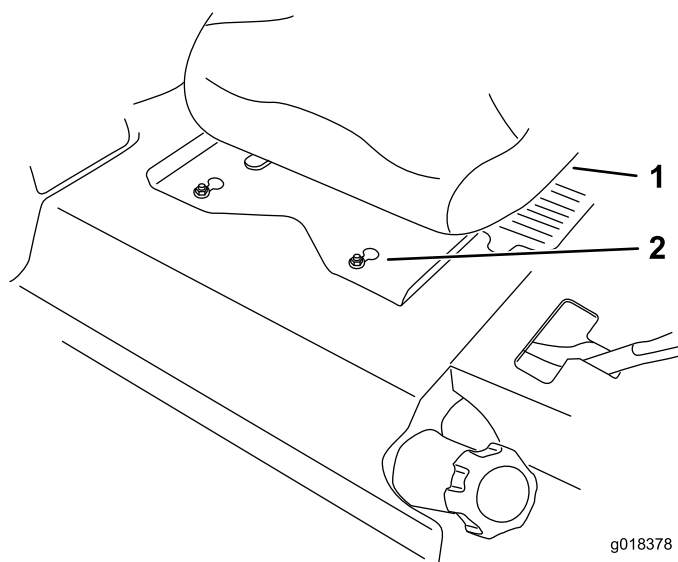

Figure 1
- Faites coulisser le siège et son plateau en avant pour faire passer les écrous avant par les encoches en trou de serrure (Figure 1).
9. Faites coulisser le siège et son plateau en arrière pour bloquer les écrous avant dans l'encoche en trou de serrure et les écrous arrière dans les fentes (Figure 1).